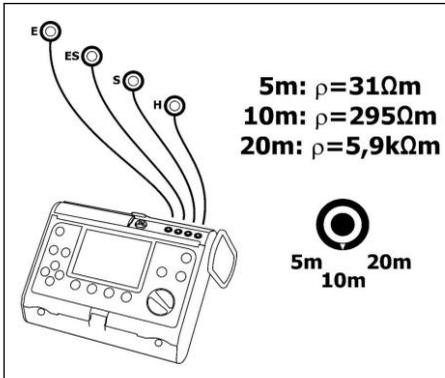

Abb. 15. Anschließen des Messgeräts
- Schließen Sie das Erdwiderstands- und das Bodenwiderstandsmessgerät (MRU-XXX) wie in Abb. 15 gezeigt an die Buchsen an,